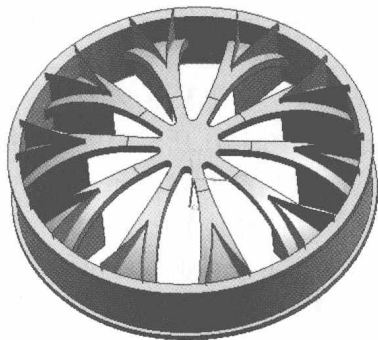

图 1-35 移动对象
(7) 选择【编辑】|【移动对象】命令, 打开【移动对象】对话框。选择上一步创建的拉伸体, 在【运动】下拉列表框中选择【角度】选项, 设置【角度】为 36, 在【指定矢量】下拉列表框中选择 ZC 轴, 选择坐标原点作为指定轴点, 在【结果】选项组中选中【复制原先的】单选按钮, 在【非关联副本数】文本框中输入“9”, 单击【确定】按钮。移动结果如图 1-35 所示。